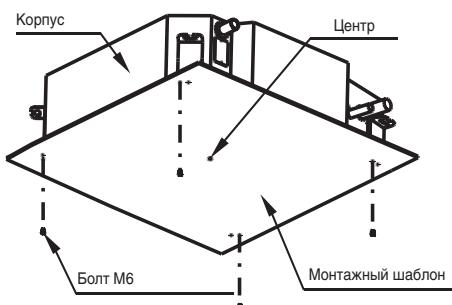

Рис. 4-3
1. Проделайте в потолке квадратную нишу 880x880 мм в соответствии с размерами монтажного шаблона (рис. 4-3).
- После монтажа корпуса блока закрепите на нем монтажный шаблон с помощью болтов M6x12, чтобы определить размеры и расположение ниши в подвесном потолке (рис. 4-3).